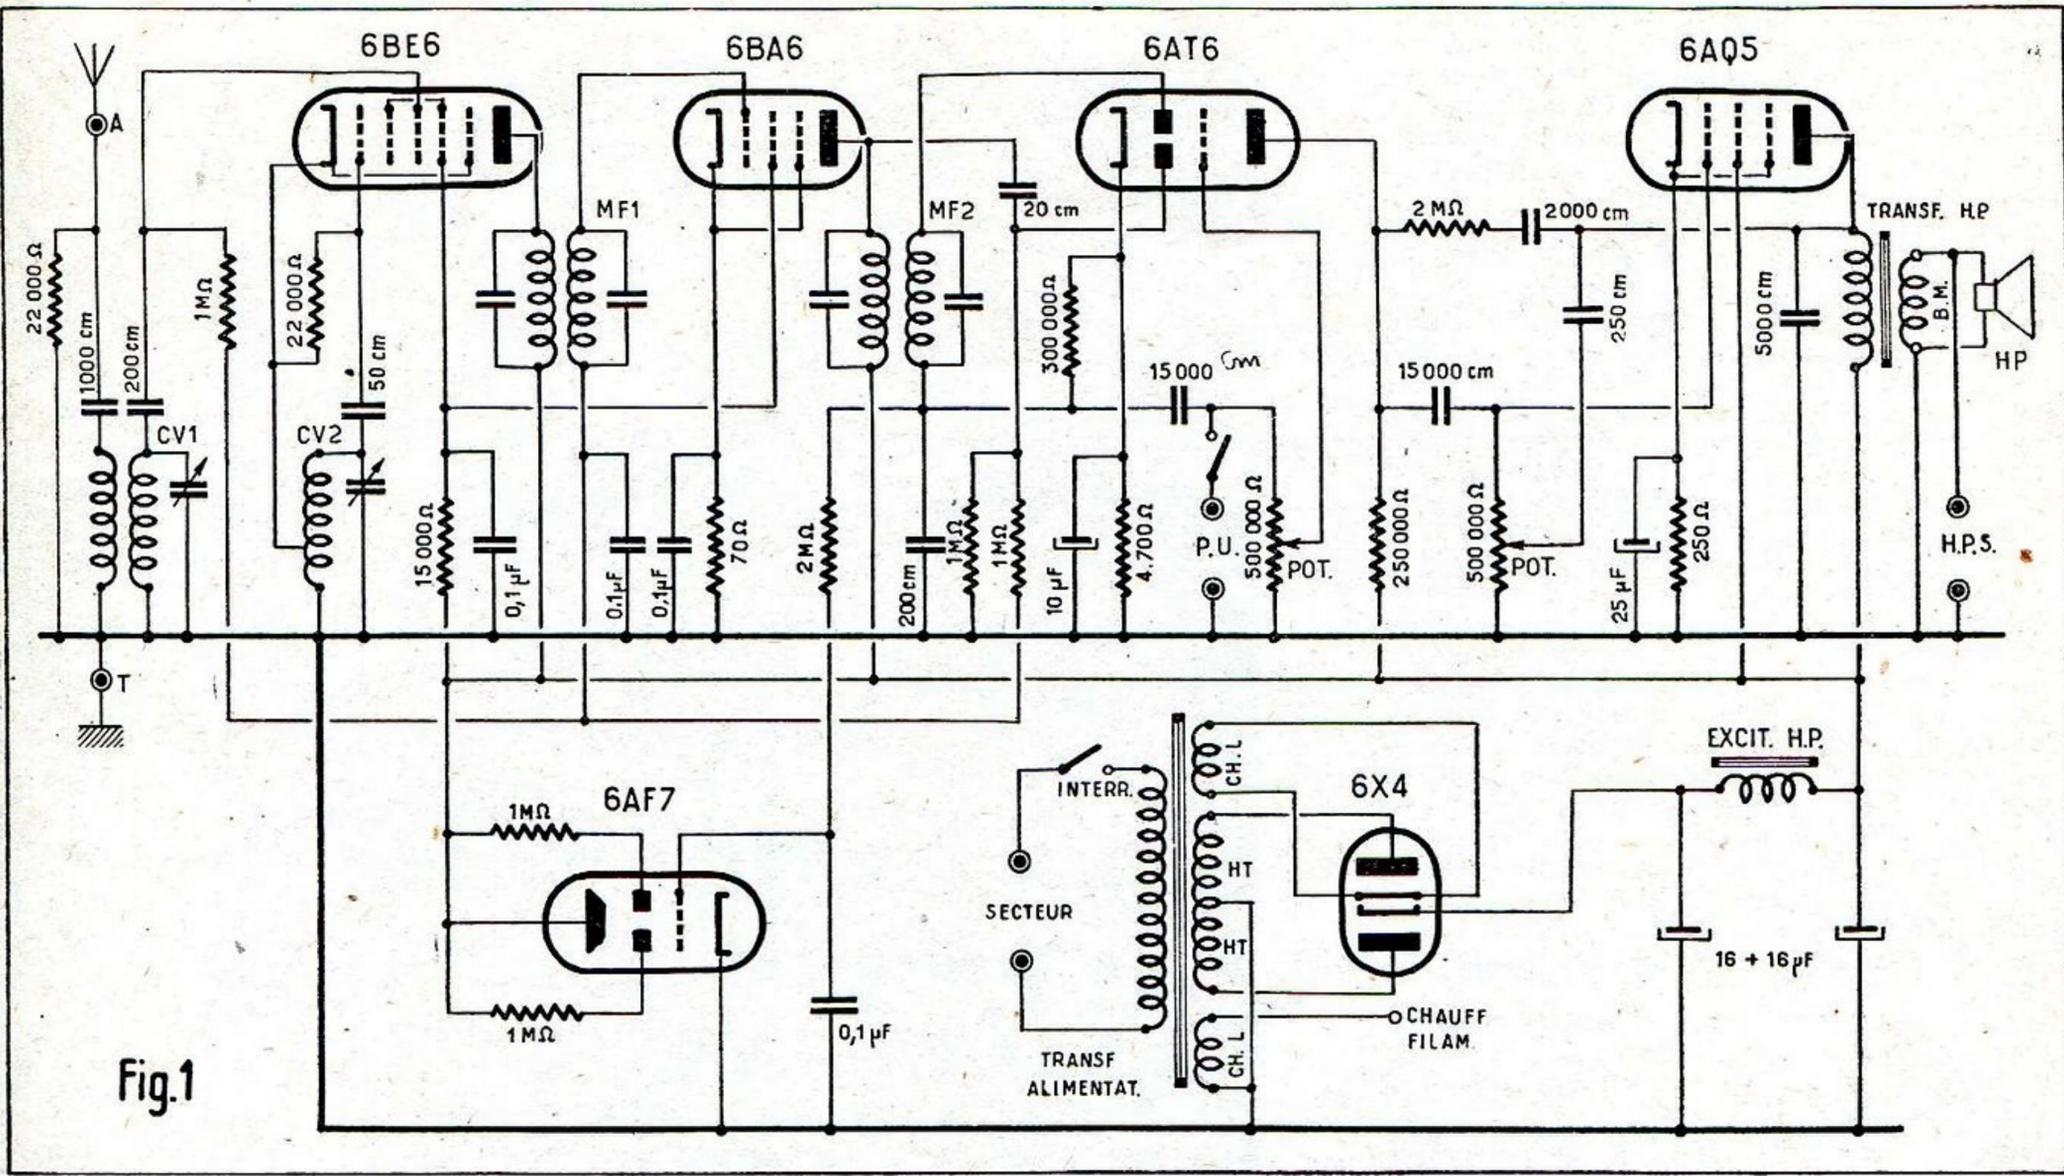
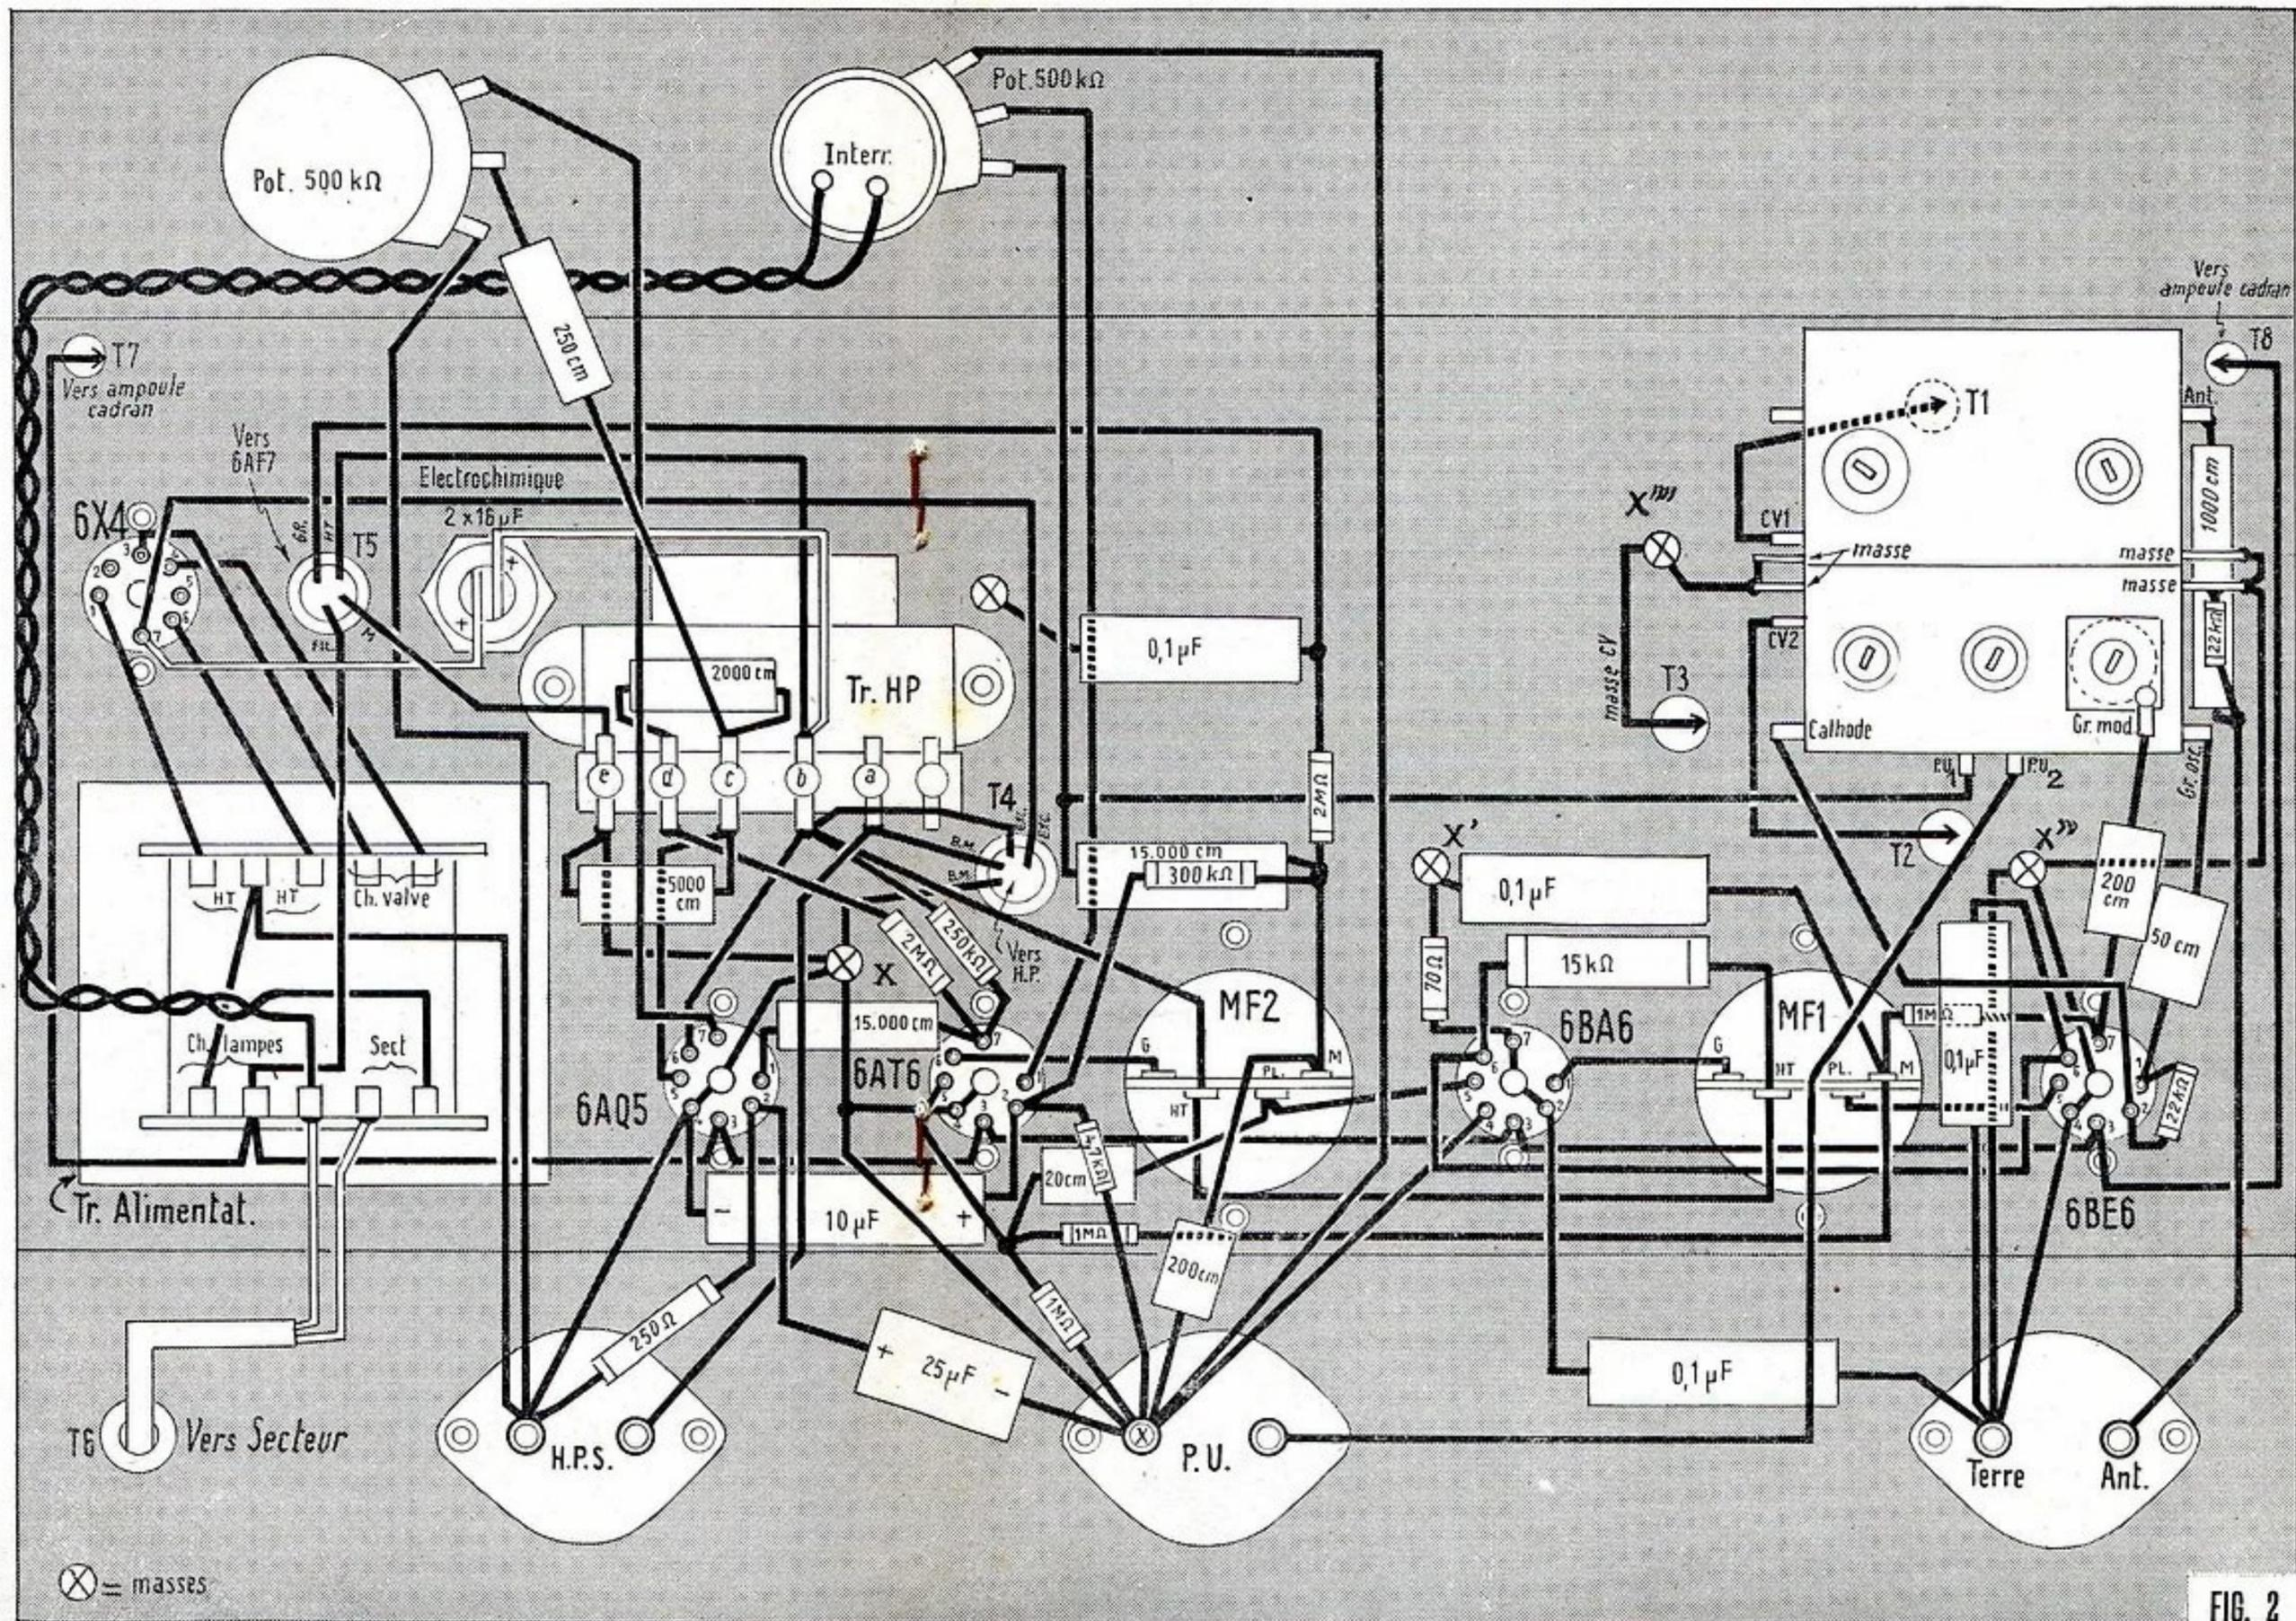

Fig.1
FIG. 2
Il est donné à la figure 1. Le premier étage est l'étage changeur de fréquence équipé par une heptode 6BE6. Le circuit d'accord comprend un circuit d'antenne aperiodique formé d'une résistance de 22.000 Ω. Il attaque le bobinage antenne du bloc de bobinage par un condensateur de 1.000 cm. Le circuit secondaire est accordé par un condensateur variable de 490 pF, il attaque la grille modulatrice de la lampe (4 grilles) par l'intermédiaire d'un condensateur de 200 cm. La tension de régulation antifading est amenée à cette électrode par une résistance de 1 MΩ. L'oscillateur local est du type ECO dont la stabilité est très grande surtout en OC.
Parmi les pièces nécessaires se trouve un châssis métallique qui sert de support à l'ensemble du montage. On commence le travail en y fixant les organes essentiels. Par l'examen des figures 2 et 3, on se rend facilement compte de l'emplacement et de l'orientation de ces pièces. On commence par les supports de lampes qui sont au nombre de cinq. Attention à l'orientation ! Entre le support de la 6BE6 et celui de la 6BA6, on monte le premier transformateur MF, celui dont les enroulements sont les plus éloignés les uns des autres. Le second transformateur MF prend place naturellement entre le support de la 6BA6 et celui de la 6AT6. On notera que, pour avoir l'orientation logique qui est indiquée sur la figure 2, les noyaux de réglage doivent être accessibles de l'arrière du récepteur.
Si nous examinons le schéma de la figure 1, nous constatons que de nombreux points des circuits aboutissent à la masse. Cette masse est constituée par le châssis, et on peut réaliser ces points de masse par soudure directe sur la tôle, c'est d'ailleurs ce qui a lieu dans ce montage. La liaison se fera de préférence avec du fil nu étamé de forte section. Avec ce fil, on réunit une des cosses de l'enroulement chauffage lampes, du transformateur d'alimentation, au point X du châssis (voir fig. 2). A ce point X on relie de la même façon : la cosse e du transformateur d'adaptation du haut-parleur, la cosse 4 et le blindage central du support de la 6AQ5, une des ferrures de la plaquette HPS et une des ferrures de la plaquette PU. A cette ferrure de la plaquette PU on relie avec du fil de masse : la cosse 4 et le blindage central du support de la 6AT6, la cosse 4 du support de la 6BA6 et une cosse extrême du potentiomètre de puissance. La ferrure Terre de la plaquette AT est reliée au point X". A cette ferrure on relie la cosse 4 et le blindage central du support de la 6BE6. Ce blindage est aussi réuni avec du fil souple au point X". D'un côté du bloc (voir plan de câblage) les deux cosses de masse sont reliées en-
- 1 châssis selon figure 2.